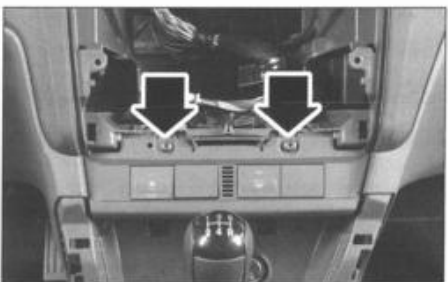

FIG. 43
- el panel de los conmutadores de consola central (fig. 43).